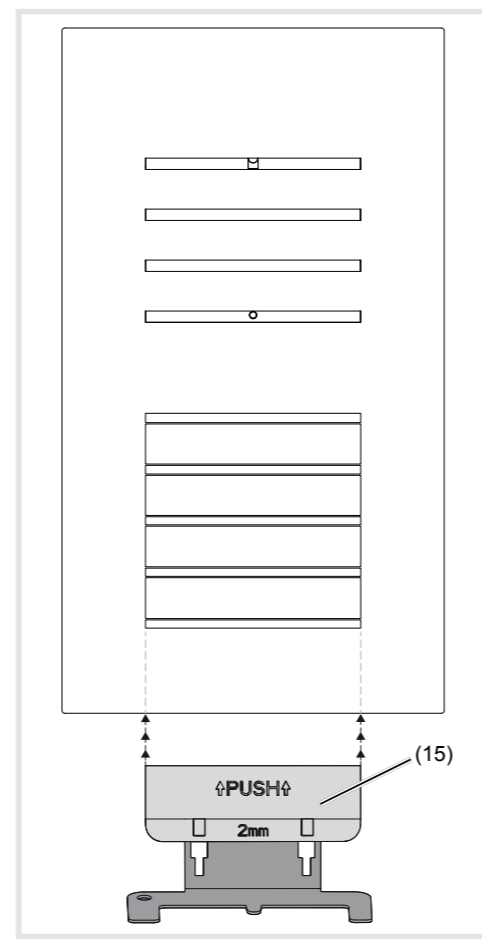

Bild 15: Demontage Türstation
- Öffnungswerkzeug (15) unten mittig ansetzen und nach oben drücken (Bild 15).